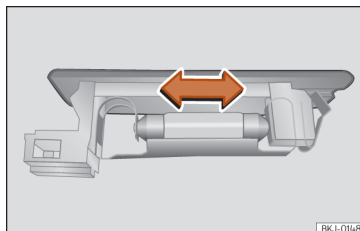

Abb. 113 Gepäckraumleuchte*
- Drücken Sie die Glühlampe zur Seite und nehmen Sie sie aus ihrer Halterung heraus »» **Abb. 113.**